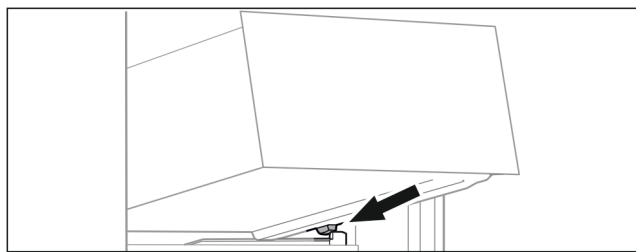

Fig. 134
- ▶ Stavite ladicu ukoso iza zaustavljača na žlijeb spremnika. (pogledajte Fig. 134)